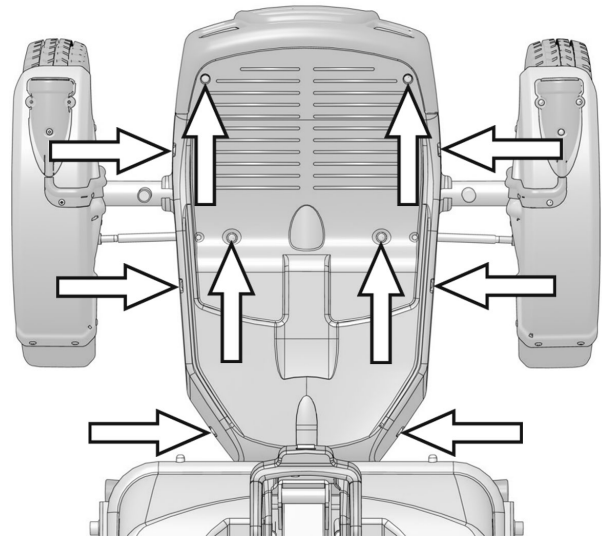

Bild 6. Fotplattans kåpa sitter monterad med 10 st. skruvar.
Fotplattan sitter monterad med tio skruvar, tre på höger resp. vänster sida samt fyra på fotplattans ovansida. Se bild. 6.
1. Skruva bort de tio skruvarna som fotplattan sitter monterad med. Se bild. 6.